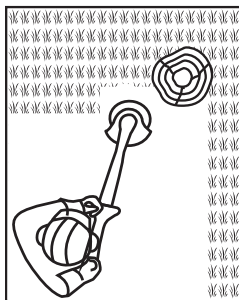

Fig. 22
4. Déployez le protège-plante pour éviter que le dispositif de coupe n'entre en contact avec des objets durs tels que des murs ou des bordures de trottoir (Figs. 22, 23).